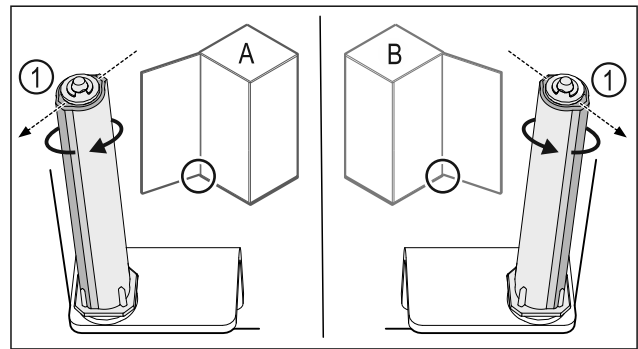

Fig. 45 Розкриття ліворуч (A) / Розкриття праворуч (B)
- ▶ Систему закриття повертати проти опору доки перемичка системи закриття Fig. 45 (1) не показуватиме назовні.